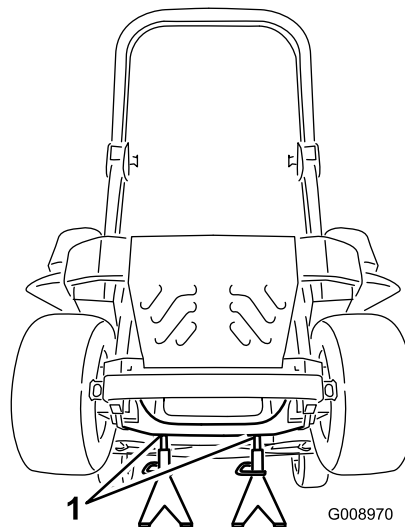

Figura 88
3. Levante la máquina y apóyela sobre gatos fijos (Figura 88).
9. Retire los gatos fijos y baje la máquina (Figura 88).